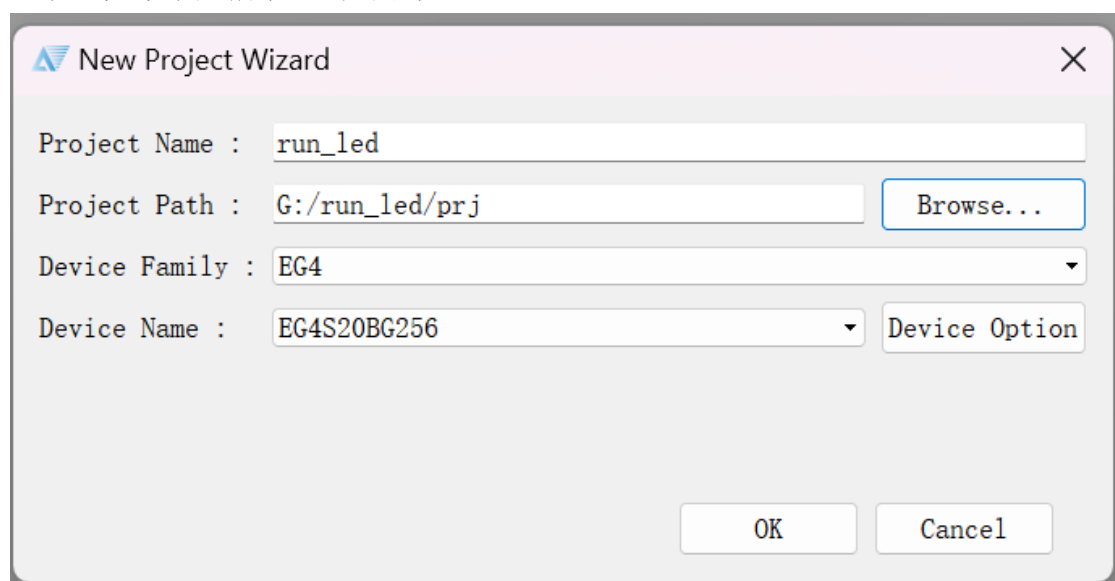

图 4 确定项目存放路径和芯片选择
④ 进行项目的名称，存放路径和芯片型号确定。Project Name: 输入项目名称。Project Path: 选择工程存放路径。Device Family: 选择芯片对应系列。Device Name: 选择芯片型号。如图 4 所示。之后点击 OK。